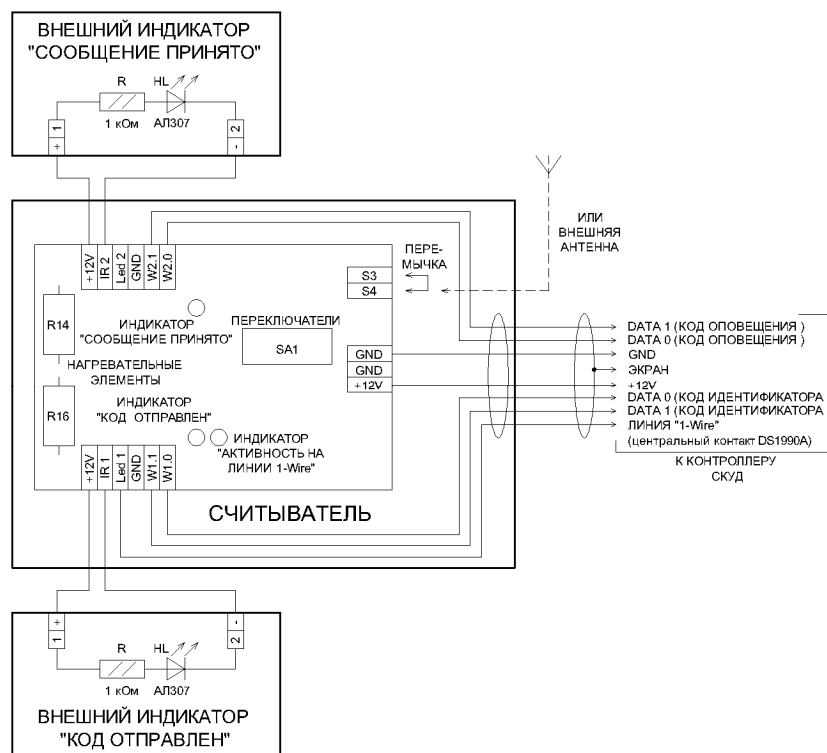

Рисунок 3 – Схема подключения считывателя.
Выбор режима работы и времени блокировки повторной передачи кода осуществляется с помощью переключателей SA1, расположенных на плате считывателя (см. рисунок 3). Отдельно переключатели изображены на рисунке 4.
**Проконтролировать приём считывателем сообщения от идентификатора, возможно с помощью индикаторов, расположенных непосредственно на плате считывателя (см. Рисунок 3). В случае приёма сообщения от идентификатора, индикатор «СООБЩЕНИЕ ПРИНЯТО» выключится на одну секунду. После передачи кода контроллеру СКУД, индикатор «КОД ОТПРАВЛЕН» выключится на одну секунду.**